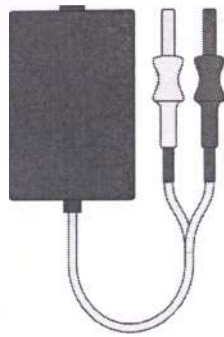

Рис. 2. Переходник для датчика дыхания
1. Подключите датчик к прибору при помощи соответствующего разъема или к полиграфическому каналу при помощи переходника для датчика дыхания (рис. 2).